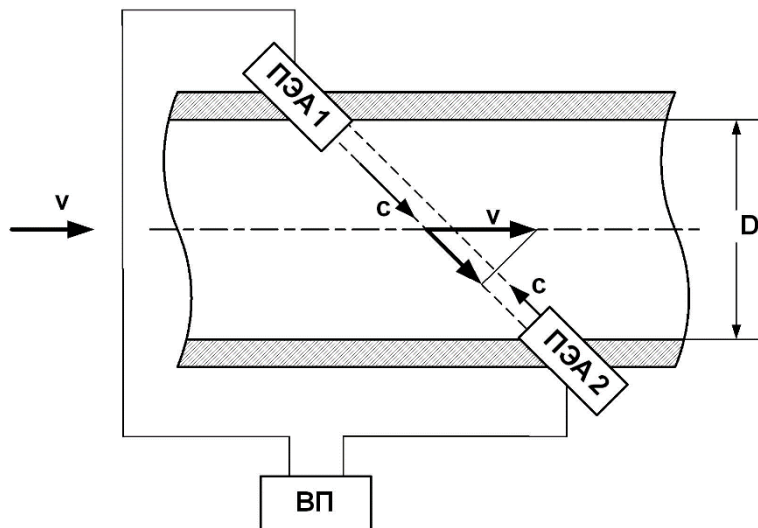

Рис.1 - Схема прохождения УЗС
1.5.1.2 ПЭА устанавливаются в измерительный участок (ИУ) по диаметру для исполнения УРСВ-722 Ех и по хордам для исполнений УРСВ-733 Ех, -744 Ех (см. рис.1), образуя первичный преобразователь расхода (ПП).